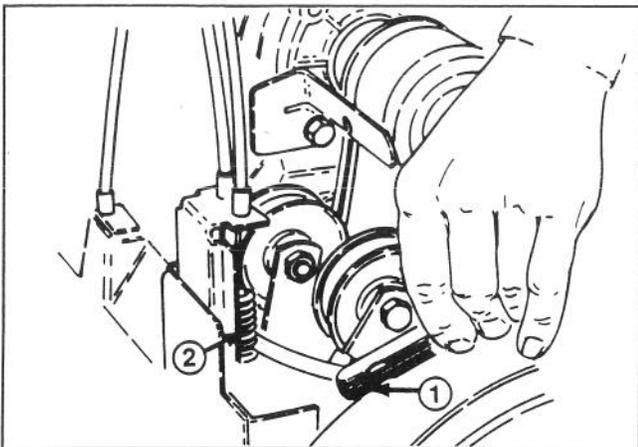

Figure 29
3. Appuyez sur la manette d'embrayage sur la poignée du guidon de droite. Maintenez la manette et insérez une cale d'épaisseur de 0,25 mm entre les spires au entre du ressort (fig. 29). Réglez le câble de façon à obtenir un jeu de 0,23 à 0,3 mm entre les spires.